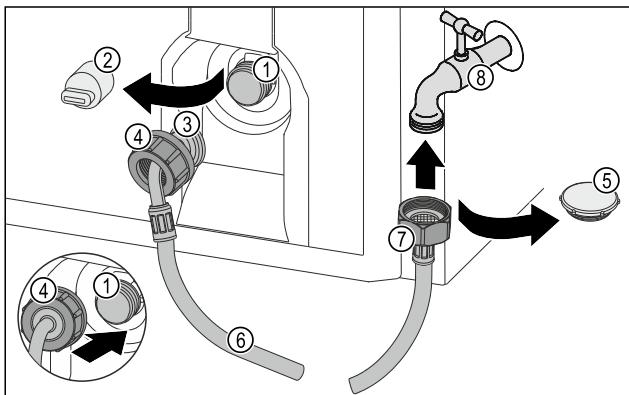

Fig. 32
- Retire la tapa de cierre Fig. 32 (5).
- Coneja el extremo recto de la manguera Fig. 32 (7) en el grifo de agua Fig. 32 (8).
- Apriete la tuerca del extremo recto de la manguera Fig. 32 (7) en el sentido horario.